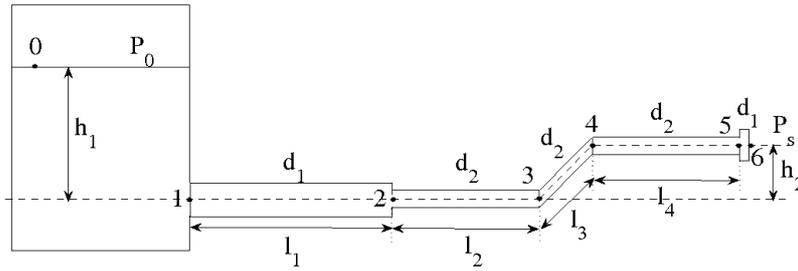

FIGURE 4.7 – Schéma de principe de circuit hydraulique.
**Exercice 49.** On étudie le circuit hydraulique de la figure 4.7 en prenant en compte les pertes de charges régulières et singulières. La vitesse est négligeable au niveau de la surface libre (point 0) et la pression de sortie  $P_s$  vaut  $1bar$ .